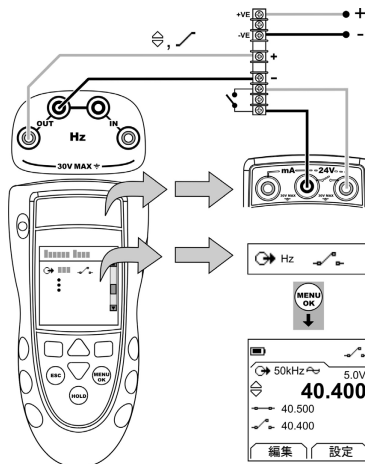

図6：構成例 - スイッチテスト
1. 本計器を接続し(図 6)、必要に応じて **セットアップ** (表 1) を行います。